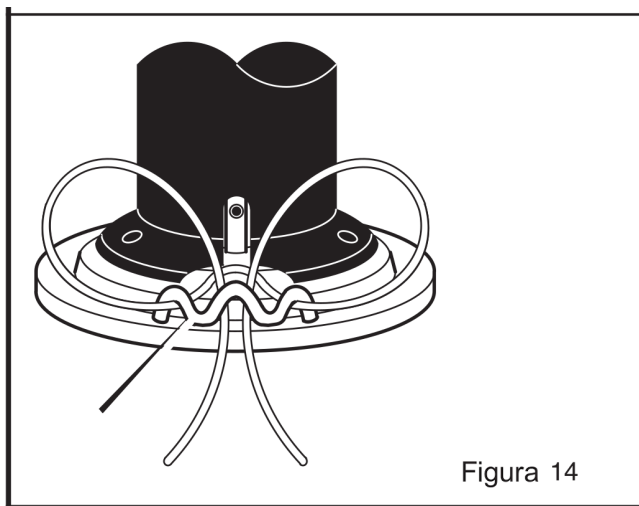

Figura 14
5. Luati capetele firului, treceti-le peste dispozitivul de fixare a firului si introduceti capetele prin orificiul central. (Vezi Figura 14)